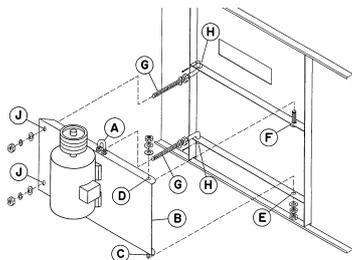

Figure 18 - Installation du moteur extérieur.
1. Etudier la Figure 18 avant d'installer la base moteur sur l'unité.